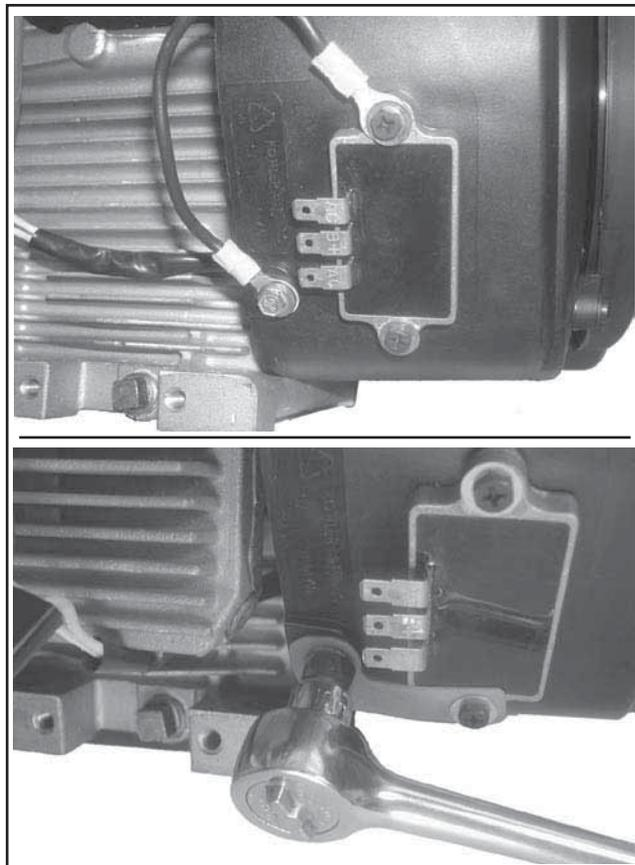

Figure 11-64. Détails du câble de mise à la terre
- Si le redresseur-régulateur n'a pas été retiré, relier le câble de terre ou la bride en métal de mise à la terre pour le redresseur-régulateur, à l'aide de la rondelle et de la vis argentée, au trou inférieur du carter de protection du ventilateur. Voir la Figure 11-64.